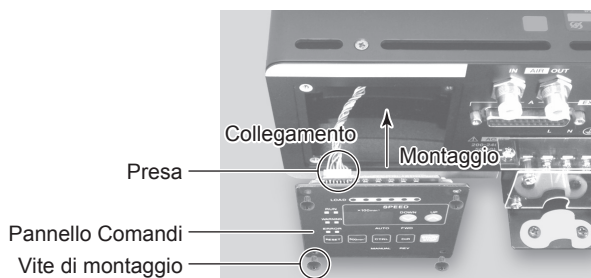

Fig. 22
- (3) Collegare la presa all'interno del CONTROLLER alla presa sul retro del pannello comandi (Fig. 22).
- (4) Montare nuovamente il pannello comandi adoperando le 4 viti di montaggio (Fig. 22).